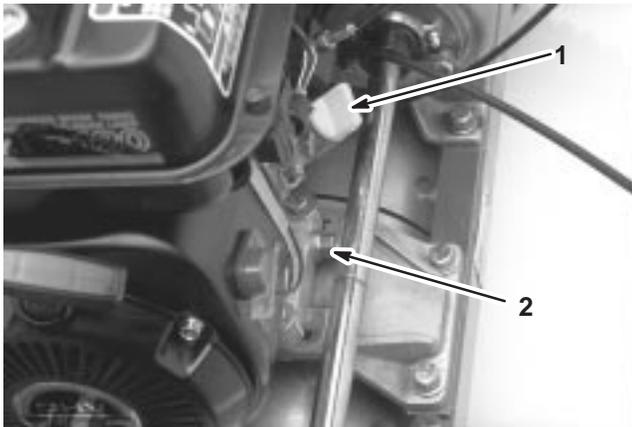

Bild 28
2. Reinigen Sie den Bereich um den Ölstandstab (Bild 28).
2. Stellen Sie eine Auffangwanne hinten an die Maschine unter die Verschlusschraube (Bild 28).